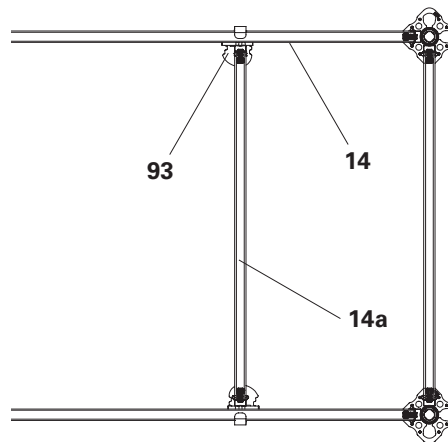

Fig. A7.03c
Se all'interno di un sistema vengono utilizzati impalcati in acciaio UDG e EDS in direzione longitudinale, è necessario montare un'area di transizione. (Fig. A7.03c)
2. Montare un corrente orizzontale (**14a**) su 2 supporti corrente UHA (**93**). Distanza dal telaio 50 cm. (Fig. A7.03c)